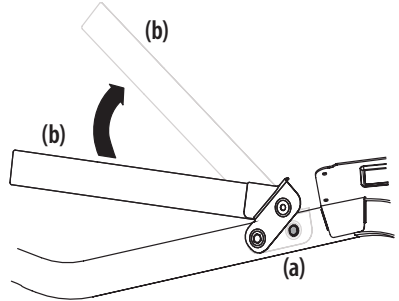

Figura 3
1. Extraiga los dos tornillos de arandela hexagonal (a) que están instalados parcialmente en el bastidor. Consulte la Figura 3.
2. Gire el aro superior (b) hasta que quede en su posición. Consulte la Figura 3.